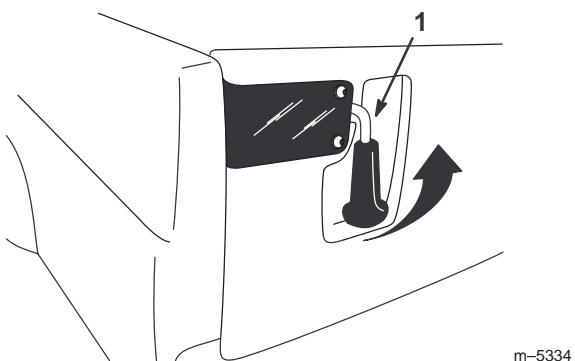

Bild 21
1. Heben Sie die Riegelgriffe an, um die Riegel der hinteren Bordwand zu öffnen (Bild 21). Diese schnappen dann in Richtung der Mitte der hinteren Bordwand aus. Senken Sie die Bordwand langsam ab.